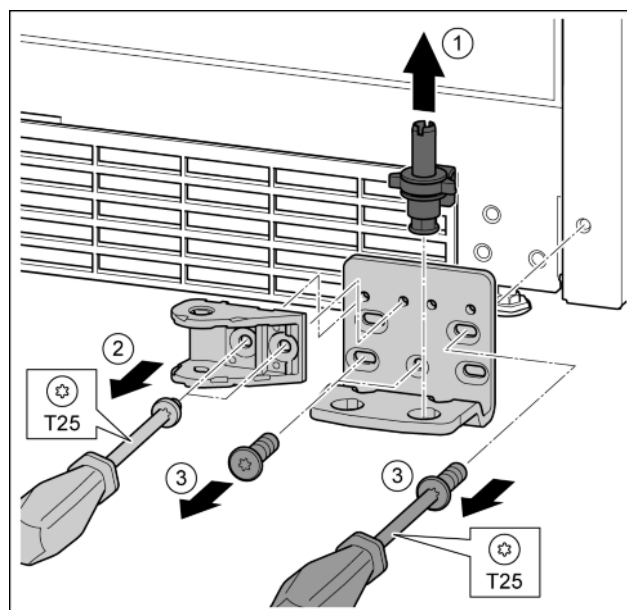

Fig. 32
- ▶ Опорный палец полностью извлечь движением вверх. Fig. 32 (1)
- ▶ Открутить винты отверткой T25 и снять соединительный элемент амортизатора закрывания дверей. Fig. 32 (2)
- Открутить винты отверткой T25 и снять опорный кронштейн. *Fig. 32 (3)*